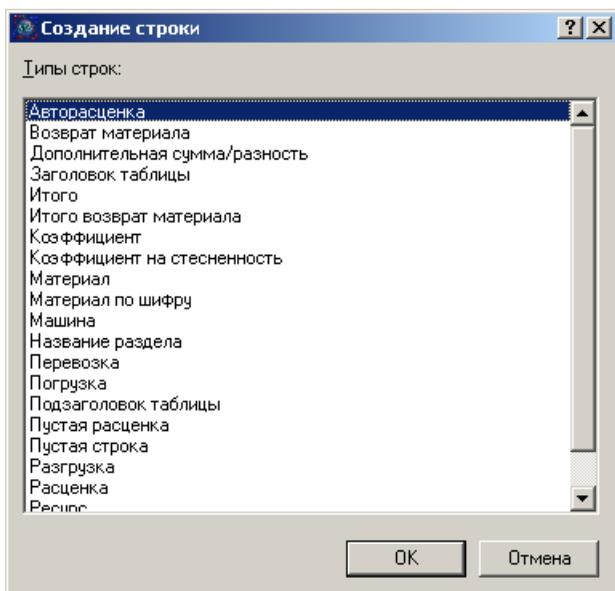

Рис. 3.13 Диалоговое окно «Создание строки».
2. Выполните команду **Создать строку** на вкладке **Главная** либо из контекстного меню, или воспользуйтесь клавишей <F5>. Откроется диалоговое окно «Создание строки» (Рис. 3.13).